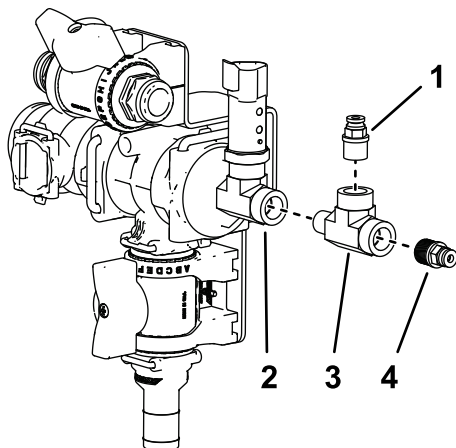

Figura 30
11. Retire el empalme existente del acoplamiento en T del distribuidor T (Figura 30).
12. Aplique sellador de PTFE a las roscas del acoplamiento en T roscado del kit, y conecte el acoplamiento en T del kit al acoplamiento en T existente (Figura 30).
13. Aplique sellador de PTFE a las roscas del empalme del kit y conéctelo a la parte superior del acoplamiento en T que acaba de instalar (Figura 30).
14. Aplique sellador de PTFE a las roscas del empalme que se retiró en el paso, 11 y conéctelo al extremo del acoplamiento en T que acaba de instalar (Figura 30).